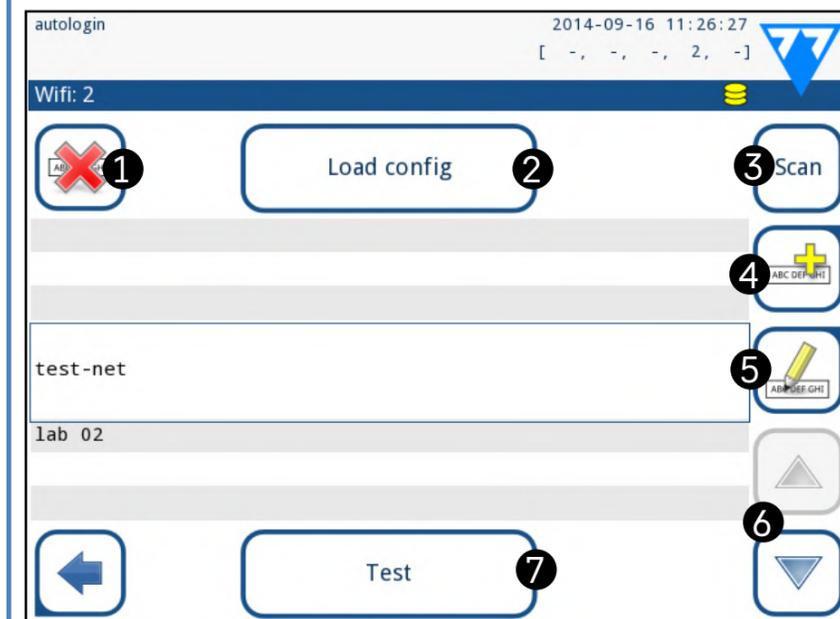

Figura 48: La schermata Wi-Fi (disponibile dalla schermata di configurazione Ethernet)
ordine discendente in base all'intensità del segnale. Utilizzare i pulsanti freccia **Su** e **Giù** (numero 6 in Figura 48) per posizionare il cursore sulla rete a cui si desidera effettuare il collegamento, e toccare il pulsante "Aggiungi elemento" (**Add element**) (numero 4 in Figura 48). Nella schermata della tastiera visualizzata, inserire la password per la rete selezionata e toccare **OK**.
**3** Toccare nuovamente il pulsante "Scansione" (**Scan**) per disattivarla. Utilizzare i pulsanti freccia **Su** e **Giù** (numero 6 in Figura 48) per posizionare il cursore sulla rete a cui connettersi, quindi toccare il pulsante "**Test**". Sotto il nome della rete viene visualizzato un testo di stato. Quando lo stato indicato è "COMPLETO" (**COMPLETE**), l'analizzatore è collegato alla rete wireless selezionata.
**2** Toccare il pulsante "Aggiungi elemento" (**Add element**) (numero 4 in Figura 48). Nella schermata della tastiera visualizzata, inserire l'ESSID (il nome), quindi la password per la nuova rete wireless.
**3** Utilizzare i pulsanti freccia **Su** e **Giù** (numero 6 in Figura 48) per posizionare il cursore sulla rete a cui si desidera effettuare il collegamento e toccare il pulsante "**Test**" (numero 7 in Figura 48). Sotto il nome della rete viene visualizzato un testo di stato. Quando il testo di stato indicato è "COMPLETO" (**COMPLETE**), l'analizzatore è collegato alla rete wireless selezionata.
**4** Toccare il pulsante "Carica configurazione" (**Load config**) (numero 2 in Figura 48) per caricare dall'unità flash USB i file di configurazione zippati creati al punto 1 di cui sopra. Il sistema estrae e salva i file sull'unità flash USB nella cartella **/usr/local/WIFI**.
**2** Utilizzare i pulsanti freccia **Su** e **Giù** (numero 6 in Figura 48) per posizionare il cursore sulla rete che si desidera modificare o eliminare.
**3** Toccare il pulsante "Elimina" (**Delete**) o "Modifica" (**Edit**) (rispettivamente numerato 1 e 5, in Figura 48), secondo necessità. Seguire le istruzioni e i messaggi visualizzati sullo schermo.